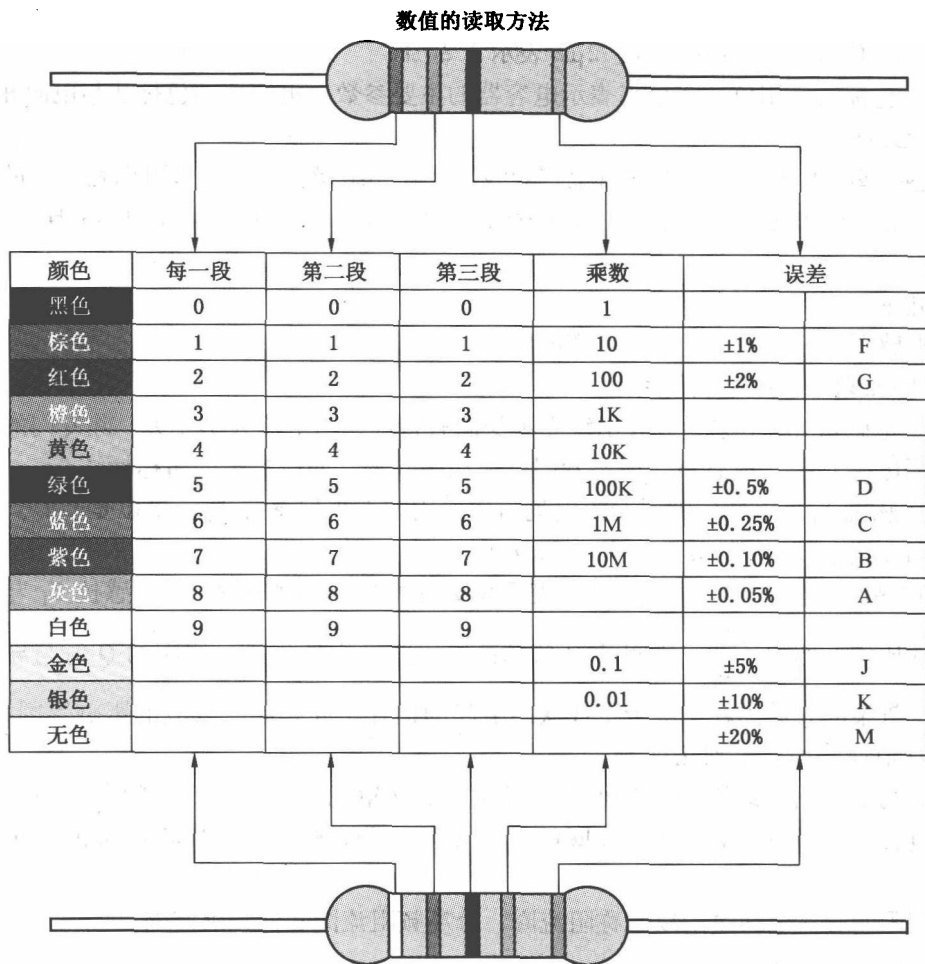

图 1-1 电阻的色标法
(2) 文字符号法。用阿拉伯数字和文字符号两者有规律的组合来表示标称阻值,其允许偏差也用文字符号表示。符号前面的数字表示整数阻值,后面的数字依次表示第一位小数阻值和第二位小数阻值。表示允许误差的文字符号为 D、F、G、J、K、M,所对应的允许误差分别为 $\pm 0.5\%$ 、 $\pm 1\%$ 、 $\pm 2\%$ 、 $\pm 5\%$ 、 $\pm 10\%$ 、 $\pm 20\%$ 。
(3) 数码法。在电阻器上用三位数码表示标称值的标志方法。数码从左到右,第一、二位为有效值,第三位为指数,即零的个数,单位为欧姆。误差通常采用文字符号表示。
(4) 色标法。用不同颜色的带或点在电阻器表面标出标称阻值和允许误差。国外电阻大部分采用色标法。黑色 0、棕色 1、红色 2、橙色 3、黄色 4、绿色 5、蓝色 6、紫色 7、灰色 8、白色 9、金色 $\pm 5\%$ 、银色 $\pm 10\%$ 、无色 $\pm 20\%$ 。当电阻为四环时,最后一环必为金色或银色,前两位为有效数字,第三位为乘方数,第四位为误差;当电阻为五环时,最后一环与前面四环距离较大,前三位为有效数字,第四位为乘方数,第五位为误差,如图 1-1 所示。